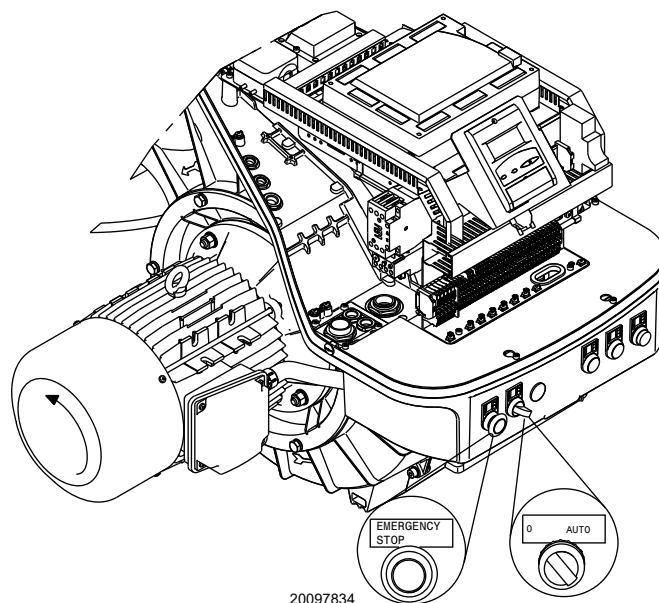

Fig. 21
Mettre l'interrupteur en position « **AUTO** » (Fig. 21).
Quand le brûleur démarre, vérifier la direction de la rotation du moteur, comme indiqué sur la (Fig. 21).
- mettre l'interrupteur de la Fig. 21 sur « **0** » et attendre que la boîte de contrôle réalise la phase d'extinction ;
- en agissant sur l'interrupteur **0-AUTO** de la Fig. 21 à la page 26.